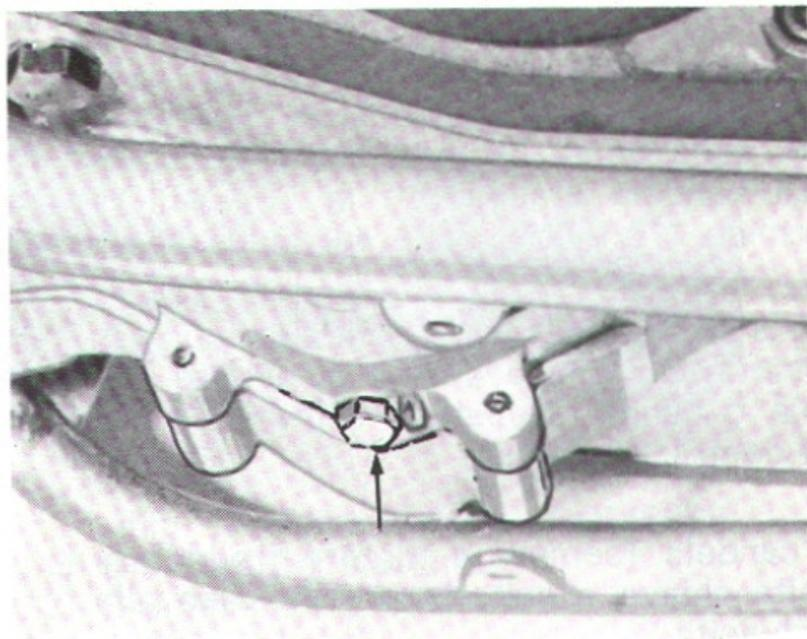

Fig. 14 - Vite scarico olio
- svitare la vite scarico olio posta sotto il motore Fig. 14